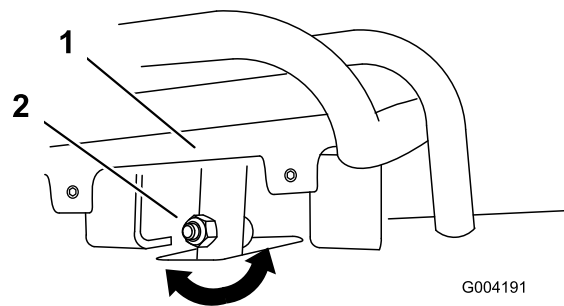
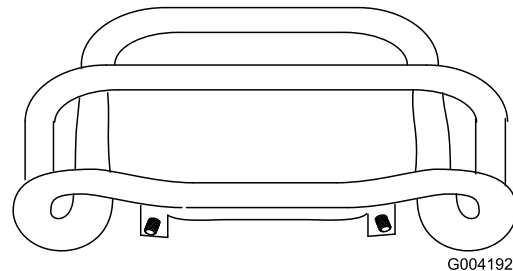

Bild 51
Bild 52
4. Wenn die Vorderseite des Fahrtriebs nicht bündig und gleichmäßig am Anschlagbügel bleibt, lösen Sie die Bundmutter und die Schraube im Schaft des Fahrtriebs (Bild 51).
5. Stellen Sie den Fahrtrieb so ein, dass er bündig am Anschlagbügel bleibt, wenn er gerade nach hinten gezogen wird (Bild 51 und Bild 52).
- C. Lösen Sie die Bundmutter und die Schraube im Fahrtriebsschaft (Bild 51).
I. Stellen Sie den Fahrtrieb so ein, dass er bündig am Anschlagbügel bleibt, wenn er gerade nach hinten gezogen wird (Bild 51 und Bild 52).